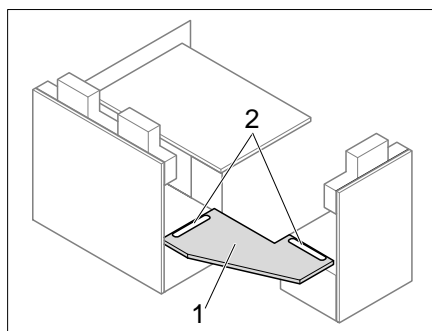
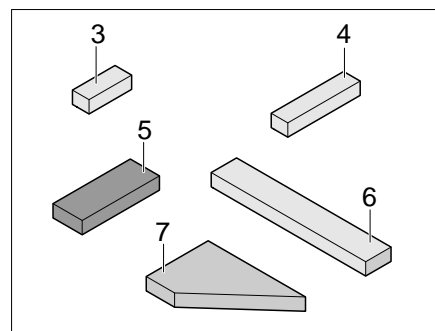
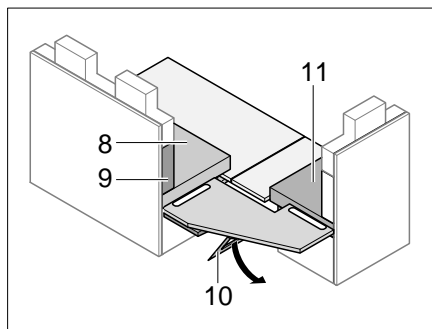
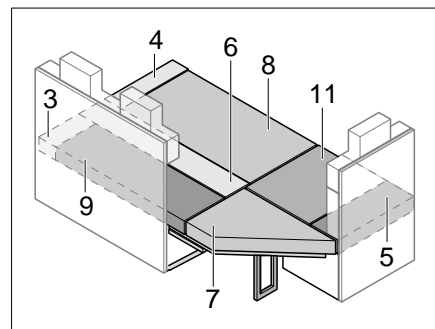

Bild 178 Verstärkungsplatte einsetzen
Bild 179 Zusatzpolster
Bild 180 Verstärkungsplatte stützen
Bild 181 Nach dem Umbau
- Verstärkungsplatte (Bild 178,1) in die Nuten (Bild 178,2) einsetzen.
- Stütze (Bild 180,10) unter der Verstärkungsplatte (Bild 178,1) ausklappen.
- Sitz-, Rücken- und Zusatzpolster wie in Bild 181 gezeigt auflegen (Die Positionsnummer beziehen sich auf Bild 179 und Bild 180).